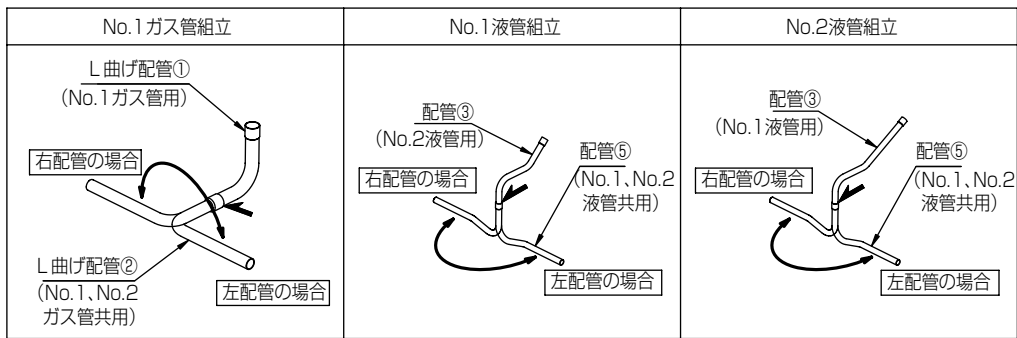

図4 ※ 印はろう付け箇所を示します。
(図4) ベルトの張力
- (3) 図4に示すとおり付属配管をユニットに接続する前に配管取出し方向に合わせてろう付接続し、組み立ててください。